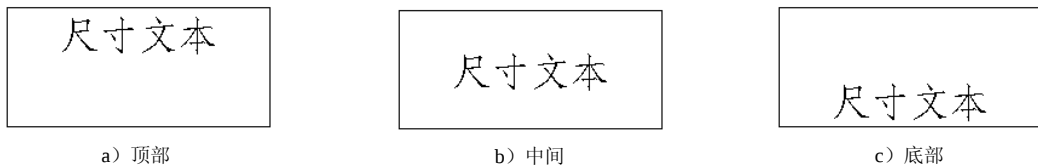

图 9.2.5 竖直对齐方式
- ☒ **竖直**：调节注解文本垂直方向的对齐方式，分为顶部、中间和底部三种方式。设置竖直对齐方式的效果如图 9.2.5 所示。